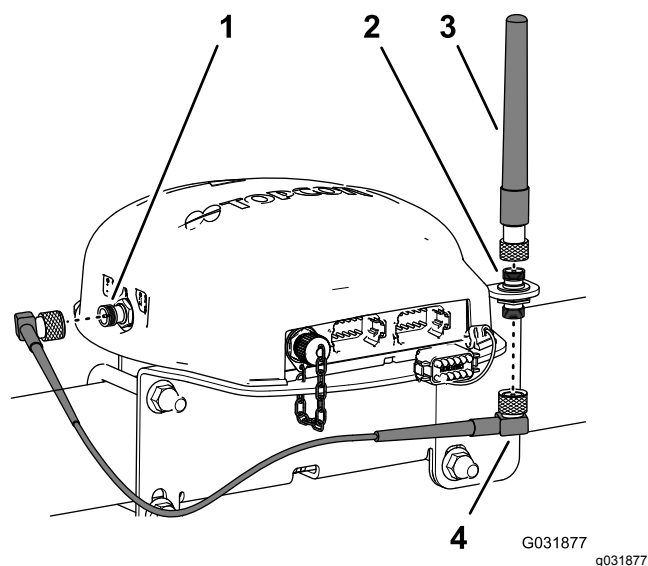

図 128
- 同軸カップラの上側フィッティングに RTK アンテナを組み付け、アンテナに付いているナットを手締めする図 128。
- 同軸カップラの下側フィッティングにアンテナ線を仮留めする図 128。
- ケーブルを、ナビゲーション受信機の後ろを通して、CDMA または GSM 携帯電話用モデムの同軸コネクタまで導く図 128。
6. アンテナ線を、同軸コネクタCDMA または GSM 携帯電話用モデムに接続する 図 128。